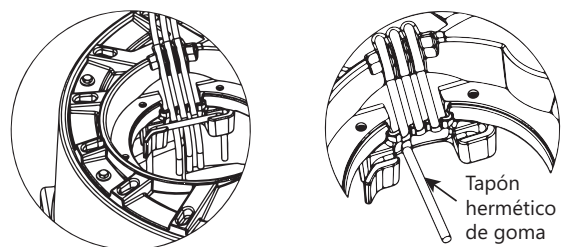

Figura 11. Sello de cable adecuado detrás de la varilla QuickTree
**Sistema de sello de cable integrado:** Es importante que los cables del motor de la bomba, el interruptor de flotador y el flotador de alarma opcional estén sellados en los canales de sellado de caucho especialmente diseñados debajo de la cubierta de acceso. Se requiere un sellado apropiado para evitar que el gas del alcantarillado se filtre del sistema. Coloque los cables de forma segura en los canales de goma como se muestra en la Figura 11 [izquierda], teniendo cuidado de eliminar la "holgura" excesiva del cable desde el interior del sistema.
**IMPORTANTE:** se proporcionan tres canales de cable. Para los sistemas sin la opción de alarma, solo se utilizan dos canales y el tercero debe estar "enchufado" con un sello de tapón de goma conectado. Consulte la Figura 11 [derecha]. Si el cable de alarma está presente, se usarán los tres canales. Todas las juntas de cubierta de goma están fijadas permanentemente y no requieren reemplazo.